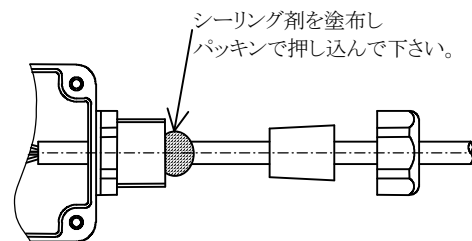

図 8 防水コーキング
- ⑧ ケーブルを適当な長さまで外に引き戻し、ゴムパッキンをコネクタに挿入して、キャップを閉めます。この時、端子箱内に雨水が浸入しないよう、シリコンシーラント等でコネクタ部分をコーキングしてください(図 8)。
- ⑨ 端子箱のふたを四隅のネジでしっかりと締めて下さい。
- ⑩ 配線終了後、ケーブル、端子箱が邪魔とならないように固定して下さい。この時、ケーブルに無理な負荷がかからないように、いくらかのたるみを持たせて固定してください。